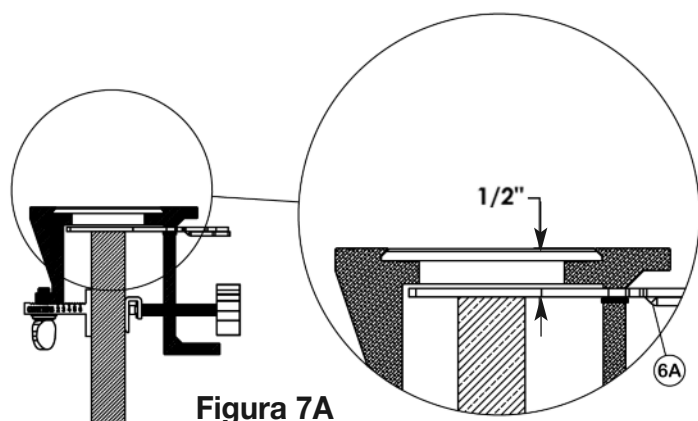

Figura 7A
- Cuando la pieza esté correctamente montada en la plantilla, su orilla superior estará 1/2" debajo la superficie superior (de trabajo) de la plantilla (Figura 7A)